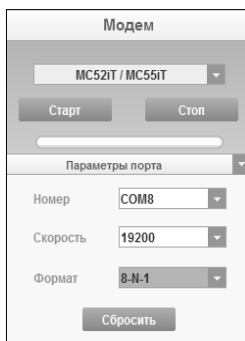

Рисунок 47 – Настройки связи модема
3.6.4.6.2.2. В выпадающем списке выбрать модель модема «MC52iT / MC55iT», а также установить настройки порта (нажать кнопку справа от надписи «Параметры порта») (рисунок 47):